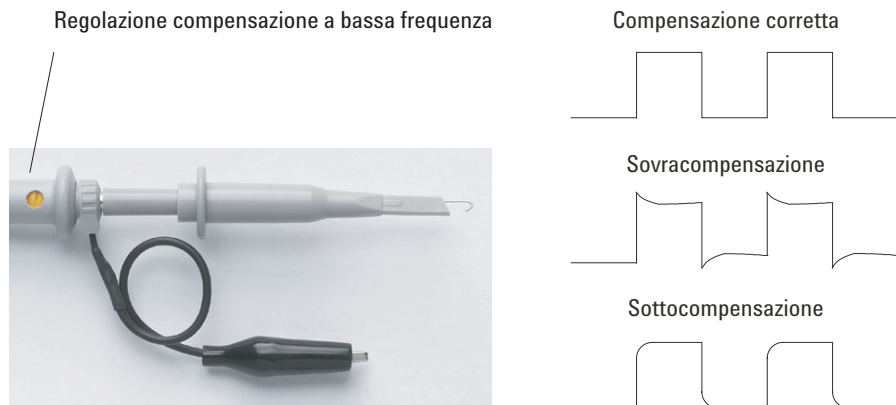

Figura 4 Compensazione della sonda a bassa frequenza
- 4 Se la forma d'onda non è visualizzata come la forma d'onda correttamente compensata visualizzata in Figura 4, utilizzare uno strumento non metallico per impostare la regolazione della